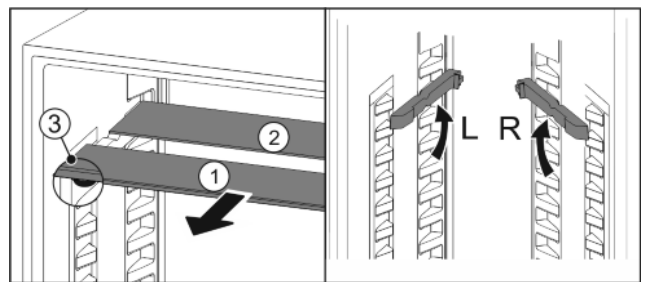

Fig. 22
- ▶ Glasplatten einzeln nach vorne herausziehen Fig. 22 (1).
- ▷ Glasplatte Fig. 22 (1) mit den Auszugsstopps liegt vorne.
- ▷ Stopps zeigen nach unten Fig. 22 (3).